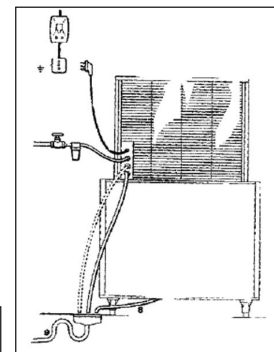

Fig 9.
j) Raccorder le tuyau d'alimentation d'eau fourni (3/4) entre la machine et le réseau d'eau potable. Nous conseillons de poser un robinet d'arrêt (non fourni) pour des motifs pratique et de sécurité. Il est possible de poser un filtre sur le réseau pour retenir toutes les impuretés. En cas d'eau particulièrement dure, c'est à dire riche en minéraux et calcaire, il est recommandé de prévoir un adoucisseur d'eau (TH mini 15) pour éviter l'entartrage prématuré de l'appareil (Fig 9).
k) Mettre en place sur la tête de production et le bac de stockage les évacuation au moyen des deux tubes flexibles fournis. Pour une évacuation optimale, prévoir une pente minimale de 3% en prenant soin de ne pas provoquer d'étranglement ou siphon. Il convient de raccorder la tuyauterie dans un siphon ouvert. (Fig 9).